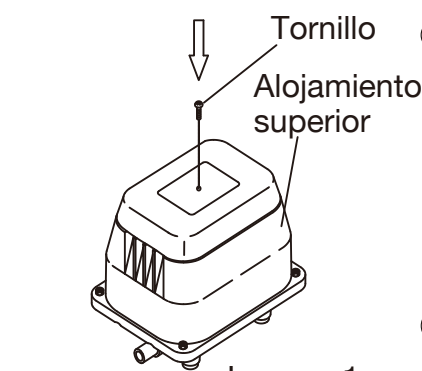

Imagen 1
- 2 Extraiga el tornillo de instalación de la cubierta del filtro. (Imagen 1)